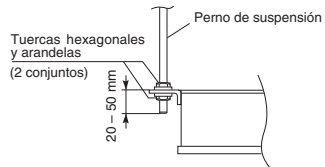

Fig. 3-5
- (3) Suspenda y fije la unidad interior utilizando las 2 tuercas hexagonales (adquiridas en el sitio) y las arandelas especiales (suministradas con la unidad) tal y como se muestra en la Fig. 3-5.